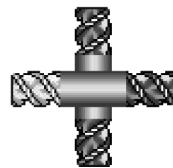

图 2-51 刀具方向
4) 打开刀具#1。注意刀具方向如图 2-51 所示。在端面操作中，刀具的方向应该被定义为沿着 Z 轴指向工件。